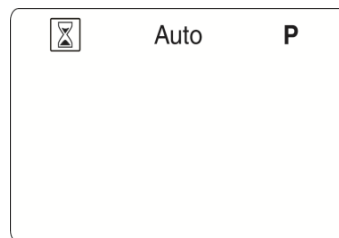

Fig. 9
- 1) Apăsați, de pe telecomandă, tasta (▶) până când va fi evidențiat printr-un chenar simbolul  funcționării manuale, ca în Fig.9;